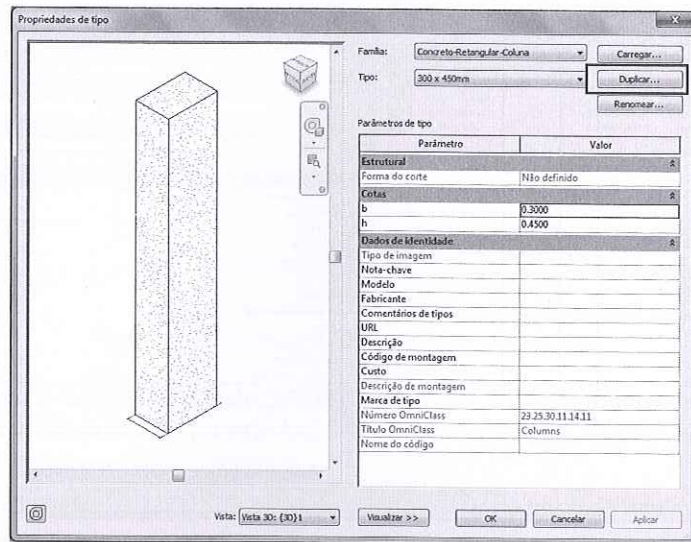

Figura 10.17 – Duplicação de um pilar.
1. Selecione o pilar e clique em **Editar tipo**. Na janela que se abre selecione **Duplicar** (Figura 10.17).